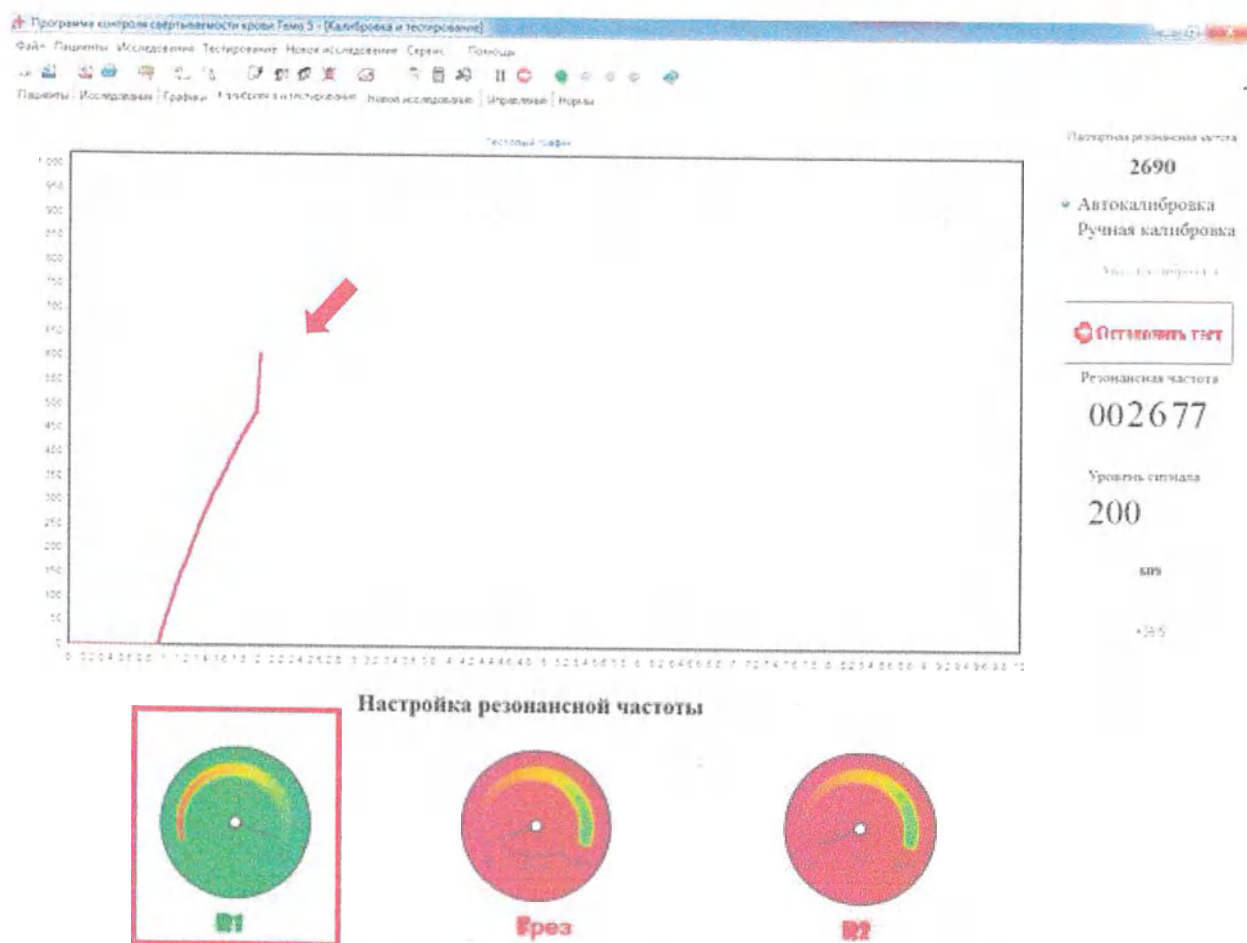

Рисунок 29 – Окончание первого этапа автокалибровки
- Свидетельством окончания первого этапа калибровки, будут служить: изменение цвета «R1» на зеленый, положение первой круговой шкалы 100%, амплитуда выходного сигнала на графике 500 ± 50 отн. ед. (рисунок 29).